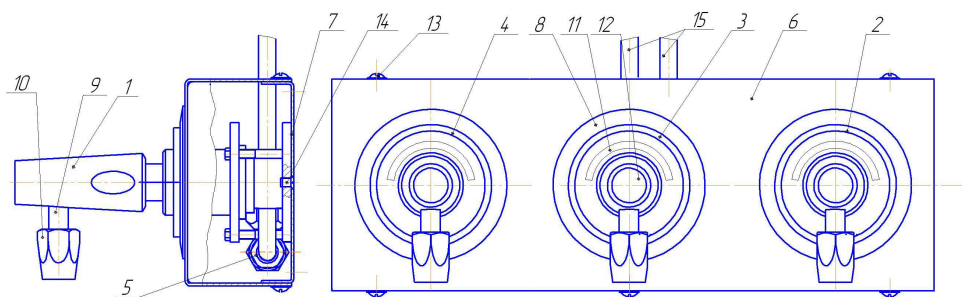

Рис.1 СКБ-1 ДЖЕТ 397 00 00 00
4.1 СКБ-1 в сборе (см. рис.1) состоит из трех штекеров газовых 1, трех клапанов газовых 2,3,4, коробки монтажной, состоящей из крышки 6 и основания 7
4.6. Для выключения СКБ-1 необходимо нажать до упора на соответствующую планку запорную 8 (см. рис.1) и вынуть штекер газовой 1 из клапана газовой.
5.1 Для установки СКБ-1 см. рис.1 необходимо: